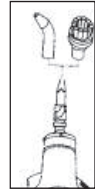

Fig.3
2. Installazione del terminale a spazzola (14)
Impugnare il terminale a spazzola (14) e centrarlo sull'ugello vaporizzatore (2). Spingerlo fino in fondo e fissarlo con una rotazione in senso orario. (Fig. 3)